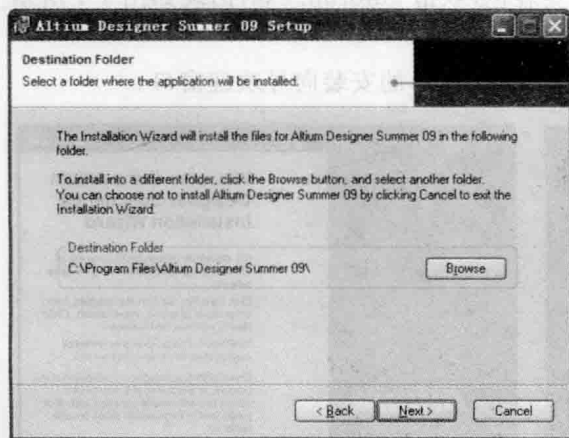

图 1-5 Destination Folder 窗口
(5) 在 User Information 窗口中的“Full Name”编辑框内输入用户名称,在“Organization”编辑框内输入单位名称,在使用权限选项中选择使用权限的范围。其中,“Anyone who uses this computer”单选项表示这台计算机上的所有用户都能使用 Altium Designer Summer 09,“Only for me”单选项则表示只有在当前安装 Altium Designer Summer 09 的用户账号下才能使用该软件。一般建议选择“Anyone who uses this computer”。单击“Next”按钮,显示如图 1-5 所示的 Destination Folder 窗口。